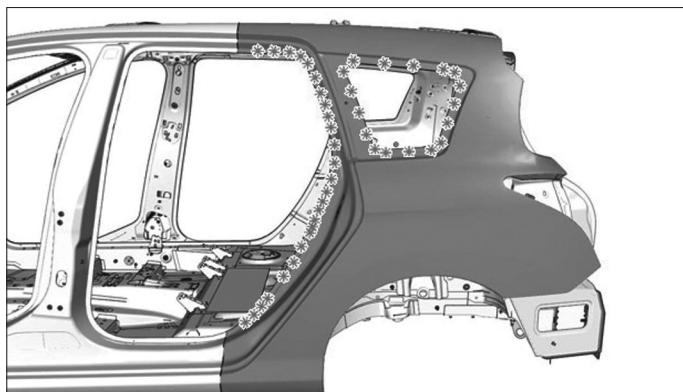
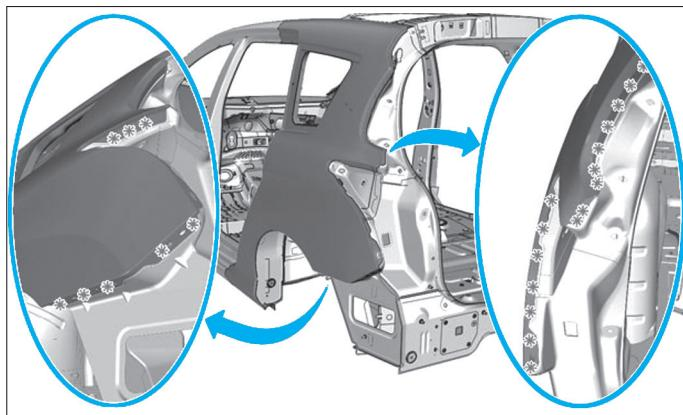
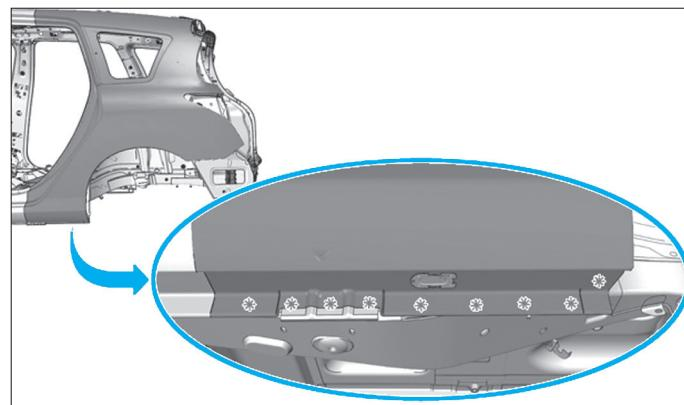
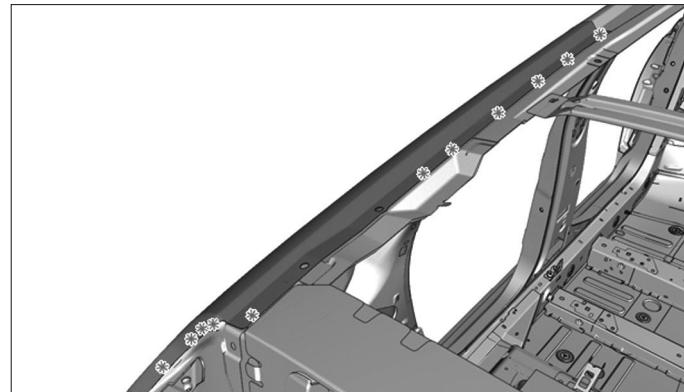

FIG. 170
FIG. 171
FIG. 172
FIG. 173
- Fraiser les points de soudure (Fig.170), (Fig.171), (Fig.172) et (Fig.173).